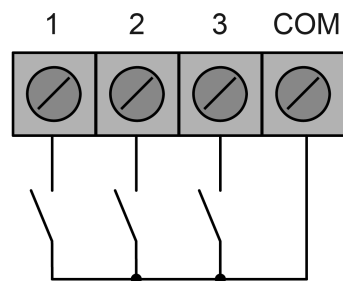

Bild 3: Anschluss potenzialfreier Kontakte an die Nebensteineingänge
- (3) Steckachse für Drehrad mit Drucktaste (Inkrementalgeber)
- (4) Anschlussklemmen für Nebenstelleneingänge
- (5) KNX-Busanschluss
- (6) Gerät mit Tragplatte
- (7) Design-Rahmen
- (8) Zentralplatte
- (9) Einstellknopf
- KNX-Busleitung mit Anschlussklemme an Busanschluss (5) anschließen.
- Optional potentialfreie Kontakte an die Nebenstelleneingänge (4) anschließen (Bild 3).